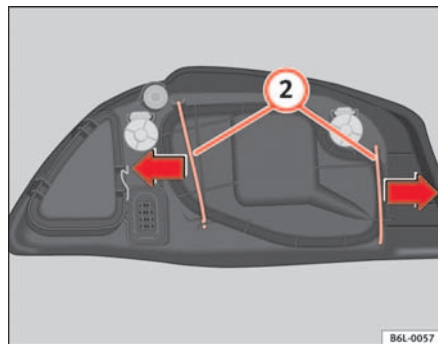

Fig. 142 Lampe feux de route
- Déplacez les tirants ② ⇒ fig. 142 vers l'extérieur, dans le sens de la flèche puis retirez le cache.
- Placer le cache en plastique et les tirants ② ⇒ fig. 142.